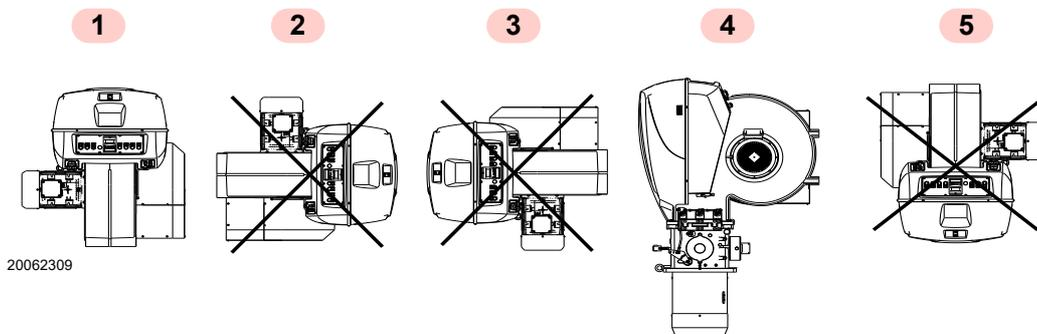

Abb. 9
- Der Brenner kann ausschließlich in den Stellungen 1 und 4 Abb. 9 betrieben werden.